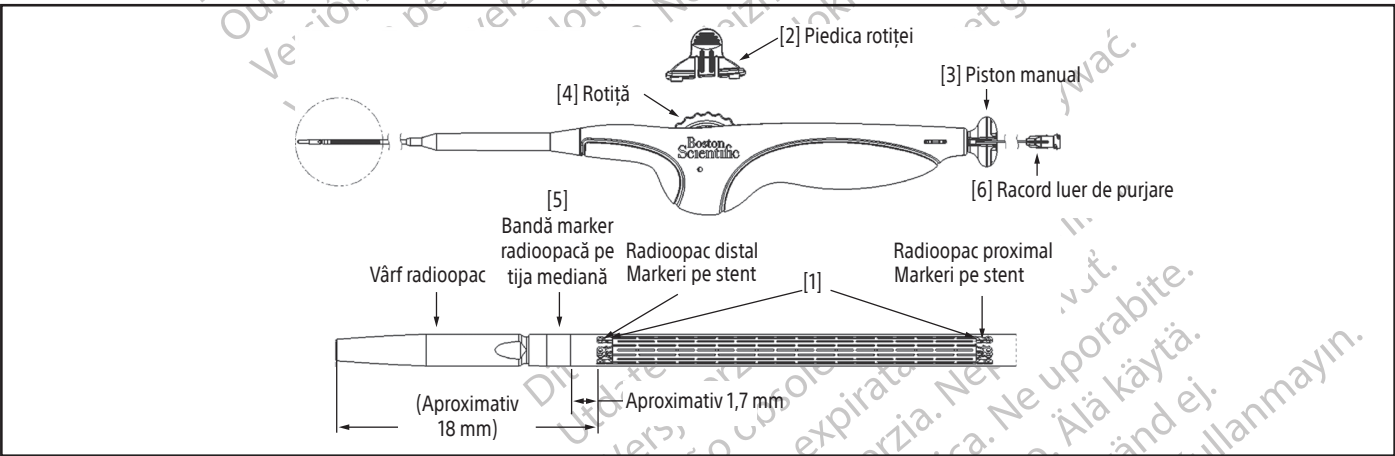

Figura 1. Sistemul de introducere a stentului
- 8. Îndepărtați racordul luer de purjare [6] (trăgând de seringă sau de racordul luer de purjare [6]) (consultați **Figura 1**).
Procedura de desfășurare a stentului (consultați Figura 1)